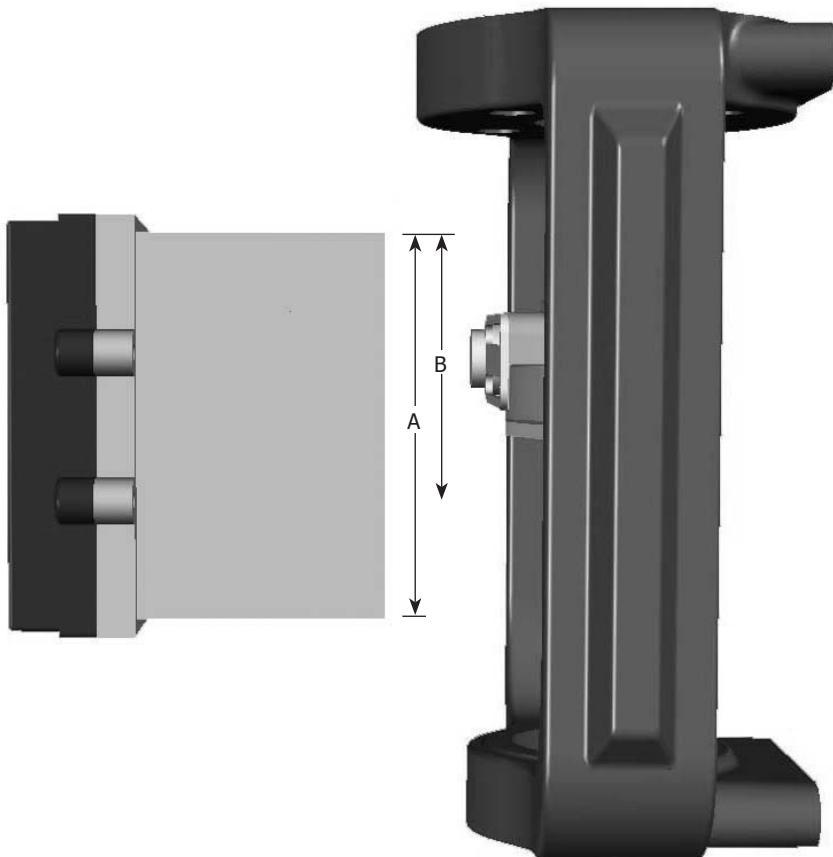

Рис. 10 Правильная сборка
- 5.1.8 Приблизительно отцентруйте позиционер SP200 и монтажную пластину относительно привода/штока клапана (Рис. 10). В данном случае высокая точность не важна , необходимо лишь убедиться что ход магнита (расстояние B) лежит внутри диапазона A, т.е. не выходит за пределы работы позиционера.